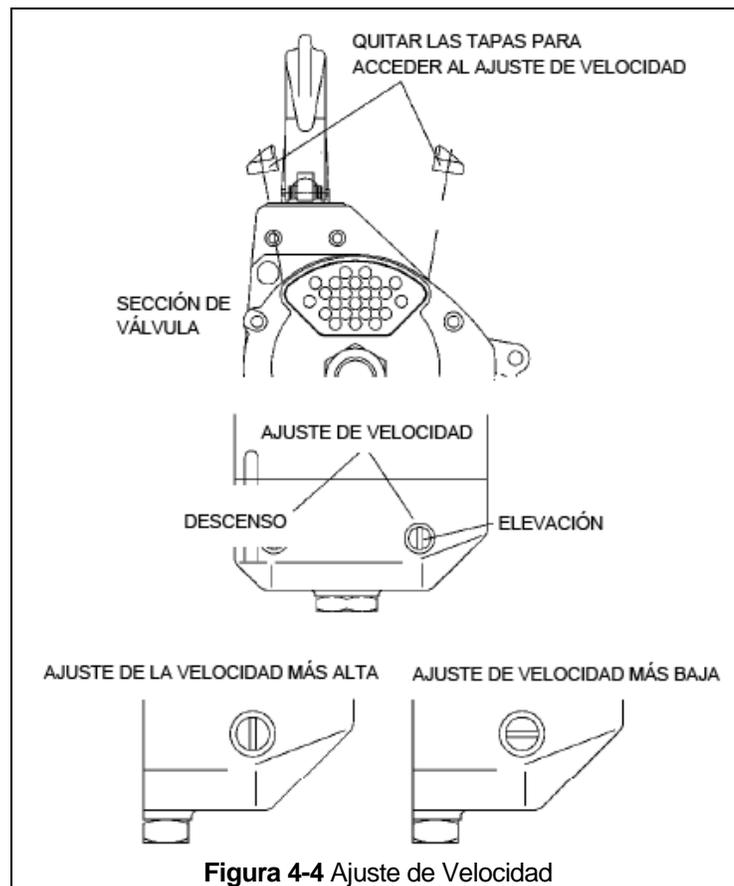

Figura 4-4 Ajuste de Velocidad
- 4.5.1 El polipasto está equipado con controles de ajuste de velocidad. Los controles permiten reducir las velocidades de elevación y descenso del polipasto para aquellas aplicaciones que requieren velocidades más lentas o un mejor control de velocidad. Los controles de ajuste de velocidad están configurados de fábrica para la velocidad más alta. Los controles de ajuste de velocidad están ubicados en la parte superior de la sección de la válvula del polipasto, como se muestra en la Figura 4-4.
- 4.5.3 Para reducir las velocidades de elevación/descenso, retire las cubiertas de ajuste de velocidad para acceder a los tornillos de ajuste de velocidad como se muestra en la Figura 4-4. Las cubiertas pueden ser de plástico o aluminio. Visto desde el lado de la válvula del polipasto, el tornillo de ajuste de descenso está a la izquierda y el tornillo de ajuste de elevación está a la derecha. Los mecanismos de ajuste de elevación y descenso no están conectados, lo que permite realizar ajustes separados para las velocidades de elevación y descenso.
- 4.5.4 Con referencia a la Figura 4-4, el polipasto está a la velocidad más alta cuando el tornillo está en la posición "vertical" y a la velocidad más baja cuando está en la posición "horizontal". Se puede realizar un ajuste de velocidad entre estas posiciones.